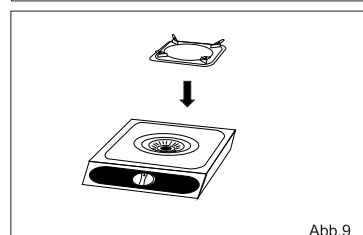

Abb.9
- Wenn Sie entpacken, versichern Sie sich, dass alle Teile vorhanden sind. Stellen sie die Teile zusammen wie in dieser Gebrauchsanweisung angegeben ist (Abb. 9)